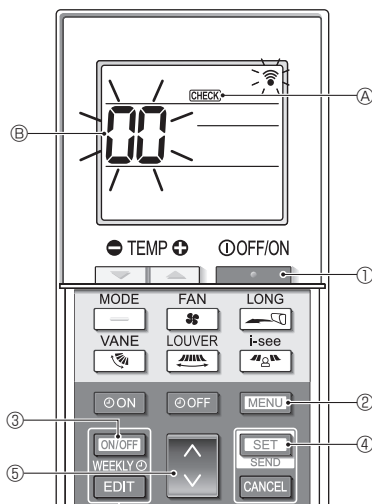

Fig. 7-6
■ Autocomprobación (Fig. 7-6)
- Pulse el botón **[ON/OFF]** ① para detener el acondicionador de aire.
- Si el temporizador semanal está activado (se muestra **WEEKLY**), pulse el botón **[ON/OFF WEEKLY]** ③ para desactivarlo (no se muestra **WEEKLY**).
- Pulse el botón **[MENU]** ② durante 5 segundos.
- Se muestra **CHECK** ④ y la unidad entra en el modo de autocomprobación.
- Pulse el botón **[MODE]** ⑤ para seleccionar la dirección del refrigerante (dirección M-NET) ⑥ de la unidad interior para la que desea realizar la autocomprobación.
- Pulse el botón **[SET]** ④.
- Pulse el botón **[ON/OFF]** ①.
- CHECK** ④ y la dirección del refrigerante (dirección M-NET) ⑥ se apagan y se completa la autocomprobación.